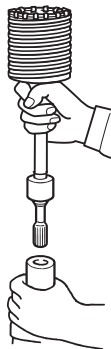

Fig. 13
- (2) Monter la queue de couronne sur le marteau rotatif à percussion. (Fig. 13)